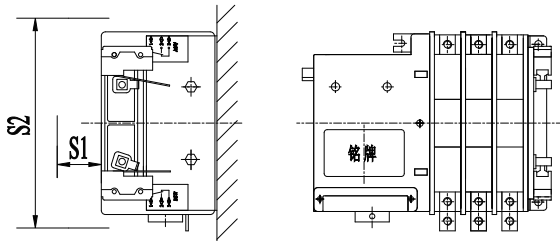

图 10
- 正确的安装方向见图 10，从正面能看到产品铭牌。若因配线等原因无法按规定方向安装请与本公司联系。产品安装时应留有适当的安全距离，S1、S2 尺寸不小于图 1 ~ 图 9 中的规定。